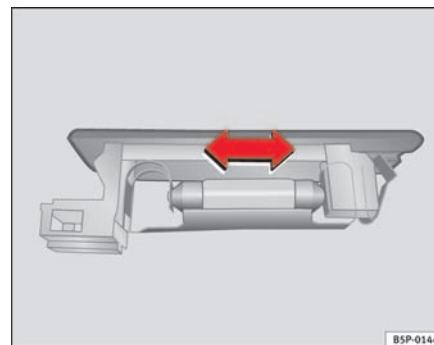

Fig. 189 Luz maletero
- Presione la lámpara lateralmente y extraíga la del alojamiento. ⇒ **fig. 189 ■**